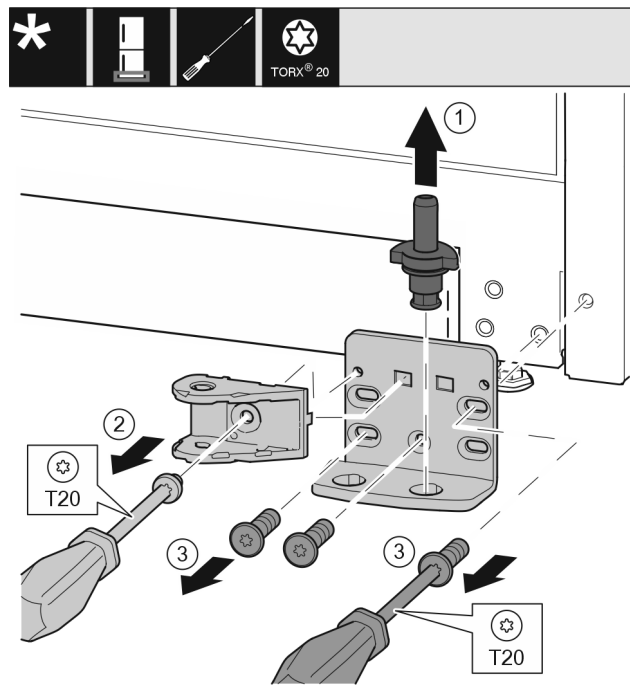

Fig. 34 *
- ▶ Lagerbolzen komplett nach oben herausziehen. Fig. 34 (1)*
- ▶ Schraube mit Schraubendreher T20 herausdrehen und Schließdämpferverbindung abnehmen. Fig. 34 (2)
- ▶ Schrauben mit Schraubendreher T20 herausdrehen und Lagerbock abnehmen. *Fig. 34 (3)**